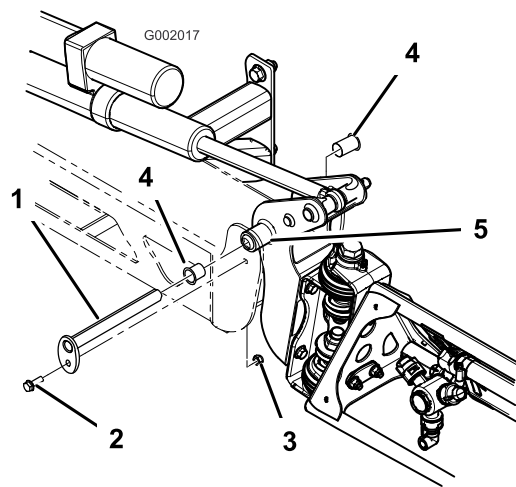

図 62
- ブームを支えておきながら、ピボット・ピンをブーム・アセンブリに固定しているボルトとナットを取り外す (図 62)。ピボット・ピンを取り外す。
- ナイロン・ブッシュを取り外し、ピボット・ブラケットの前面および後面側から見て点検する (図 62)。磨耗したり破損したりしている場合は交換する。
- センター・フレームにブーム&ピボット・ブラケット・アセンブリを取り付け、開口部を整列させる (図 62)。